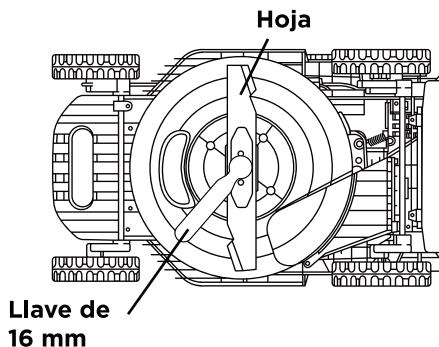

Fig. 10
- Con una llave de 16 mm (no incluida), retire la tuerca de llanta que sujeta la cuchilla mientras la gira en el sentido contrario a las agujas del reloj y, a continuación, (Valor de par requerido: 20-25 N·m) retire la cuchilla con cuidado (Fig. 10 y 11).